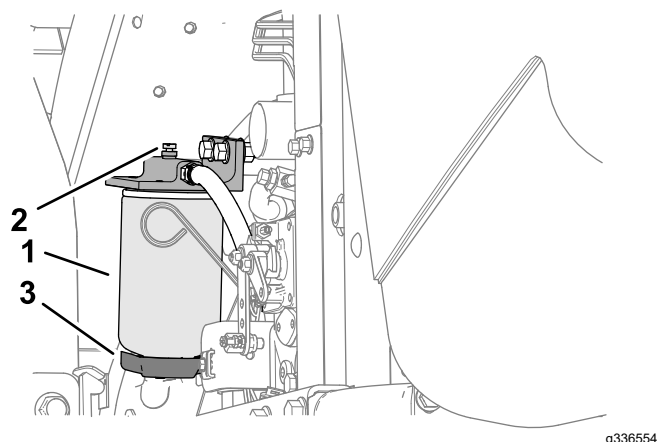

図 66
4. フィルタ容器 **図 66** 下部のドレンプラグをゆるめて水や異物を流し出す。
3. フィルタ容器(**図 66**)の周辺をウェスできれいにぬぐう。